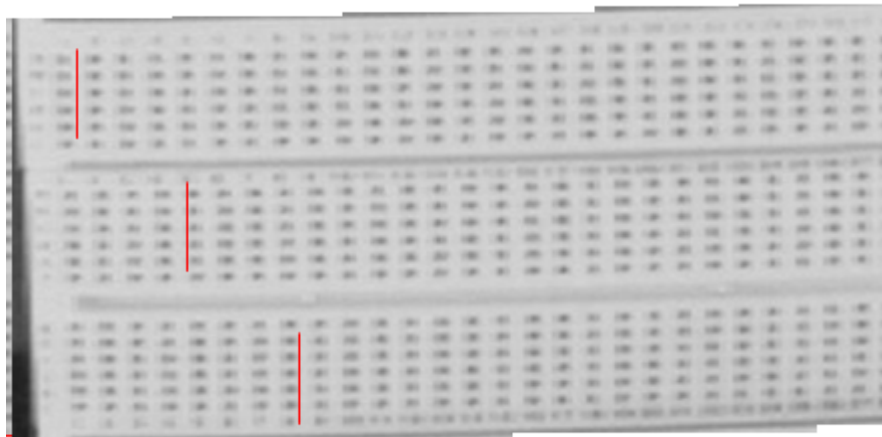

Figura 6: Placa base
- Esta zona es donde se coloca la placa base (figura 6) que es el lugar donde se monta el circuito.
El interconexionado de las placas que hay en el laboratorio es como se muestra en la figura 6. Los terminales de conexión sobre los que se ha trazado una línea de color rojo están cortocircuitados. Esto implica que **no se pueden poner en la misma línea dos o más patillas de un mismo componente**.